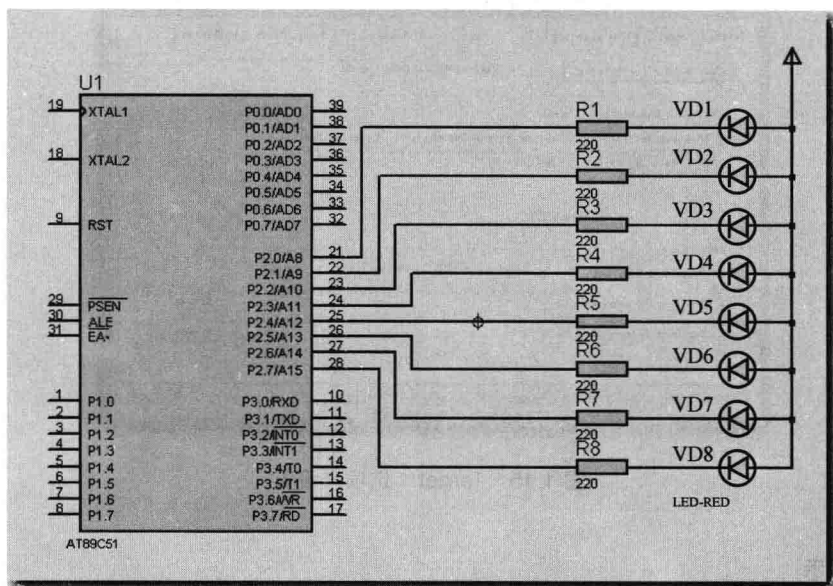

图 1.18 电路图
- (1) 利用 Proteus 完成图 1.18 所示电路图的绘制。
- (2) 利用 Keil 生成的 HEX 文件在 Proteus 中仿真并观察实验现象。
结合图 1.18，介绍该软件的操作步骤。
- (1) 根据图 1.18 所示，列出所需元器件清单，见表 1-1。
然后，如(5)、(6)、(7)一样放置元器件并连线，并最终完成，如图 1.18 所示。